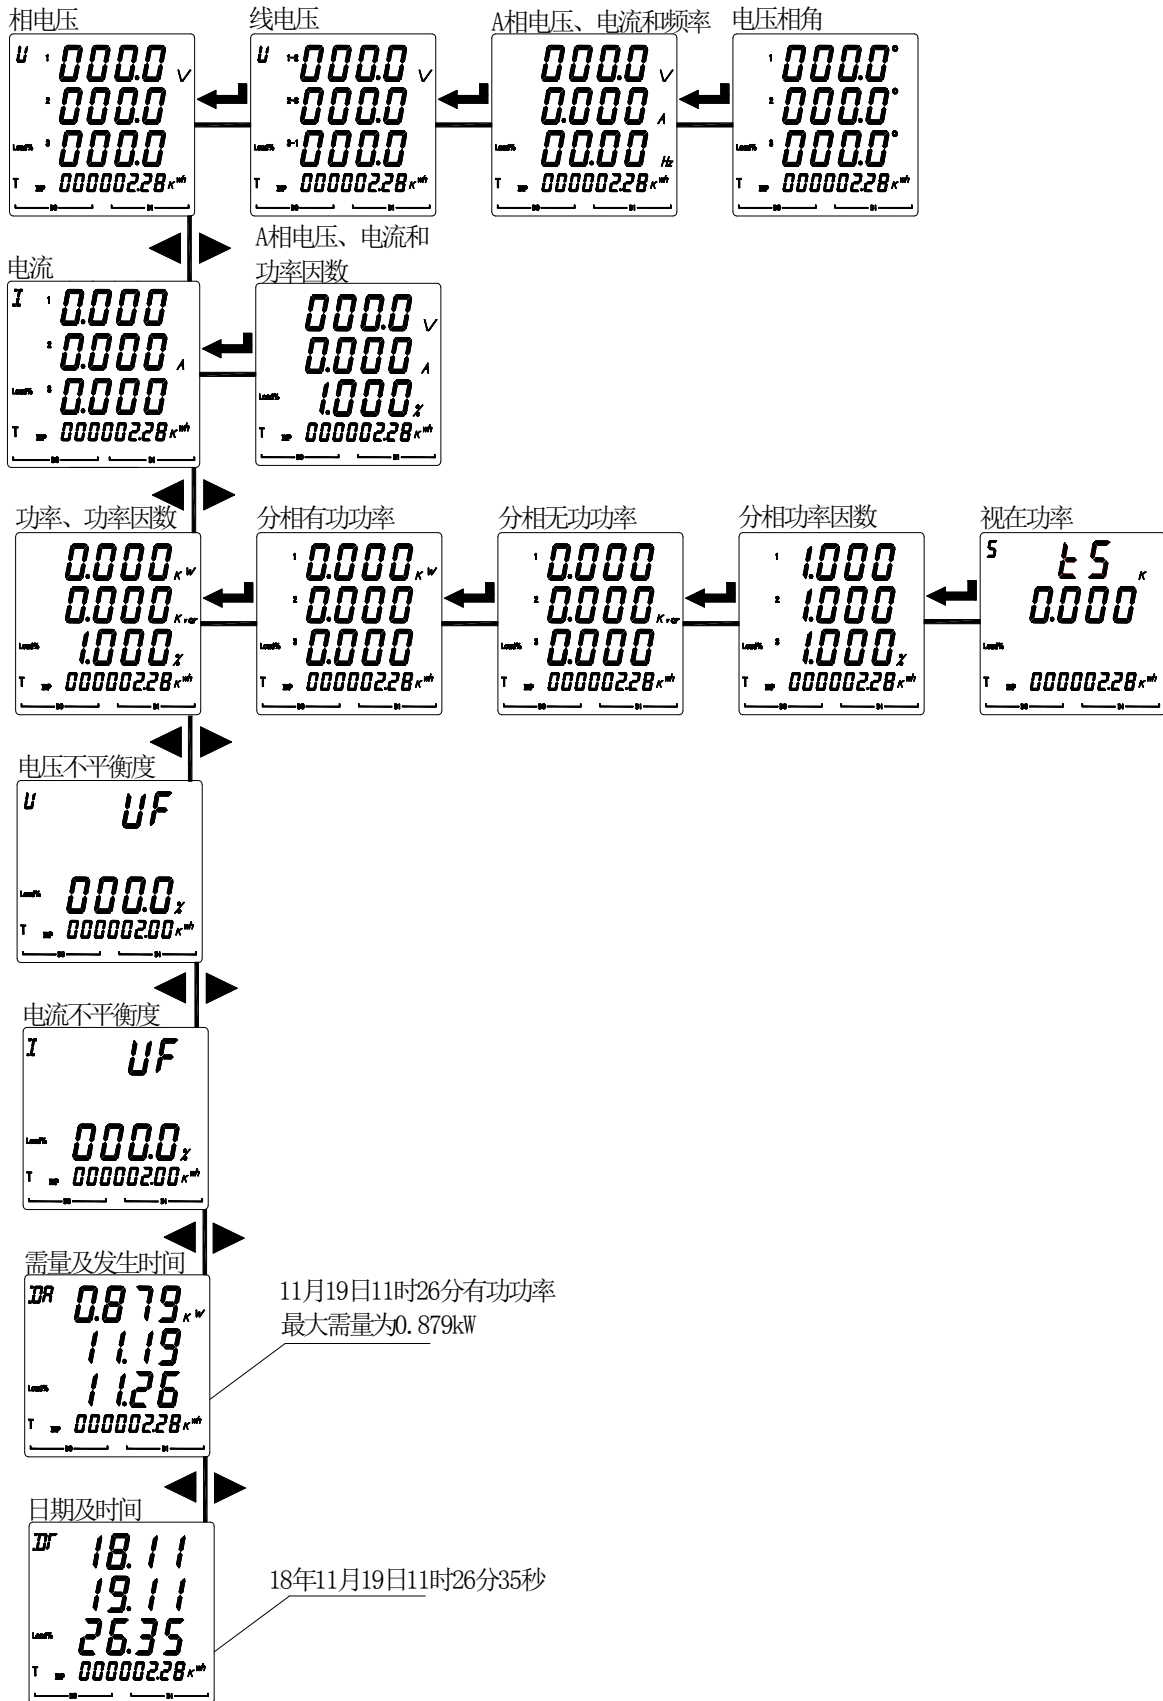

图 18
5.2.4 查看 DEMP-AC3-DXX-E 的电力参数步骤如图 18、19 所示